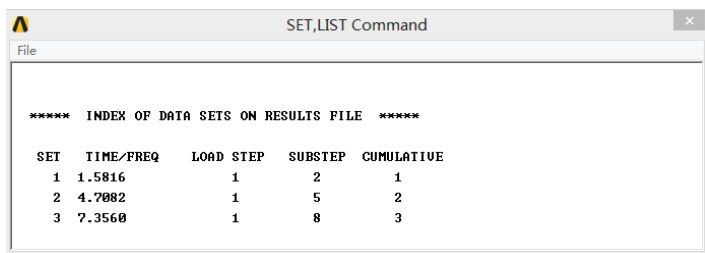

图 4-118 求解摘要显示
2) 选择 Main Menu | General Postproc | Results Summary 命令, ANSYS 显示窗口显示求解摘要, 如图 4-118 所示。